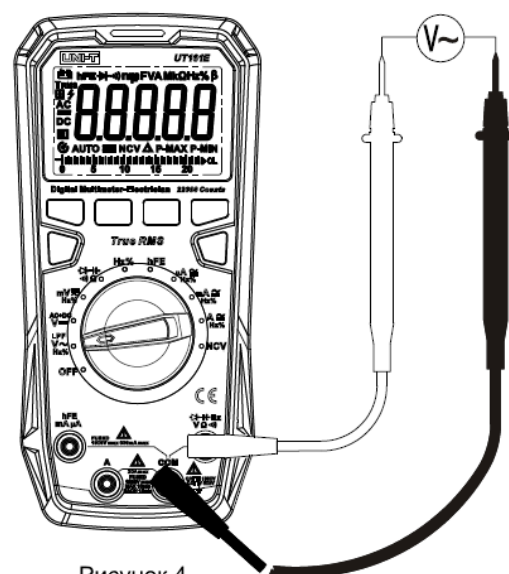

Рисунок 4
1. Измерение переменного напряжения (см. рисунок 4)